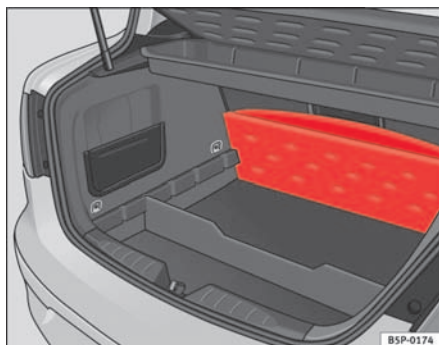

Abb. 103 Klappe am Gepäckraumboden
- Den Gepäckraumboden anheben und vollständig nach hinten klappen ⇒ Abb. 103.